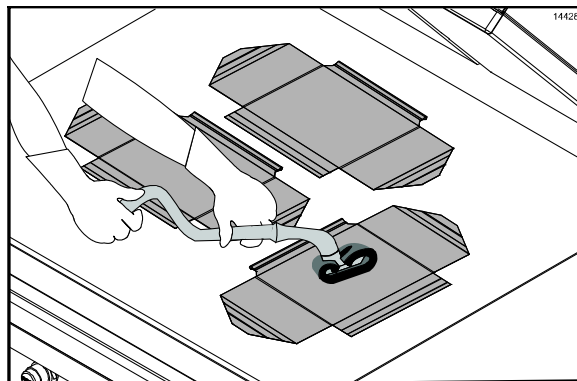

Abbildung 109
41. Die Trennfolien der oberen Grillplatten flach auf der unteren Grillplatte ausbreiten. Behutsam beide Seiten der Trennfolien mit dem Kay-Reinigungspolsterhalter reinigen. (Siehe Abbildung 109.)